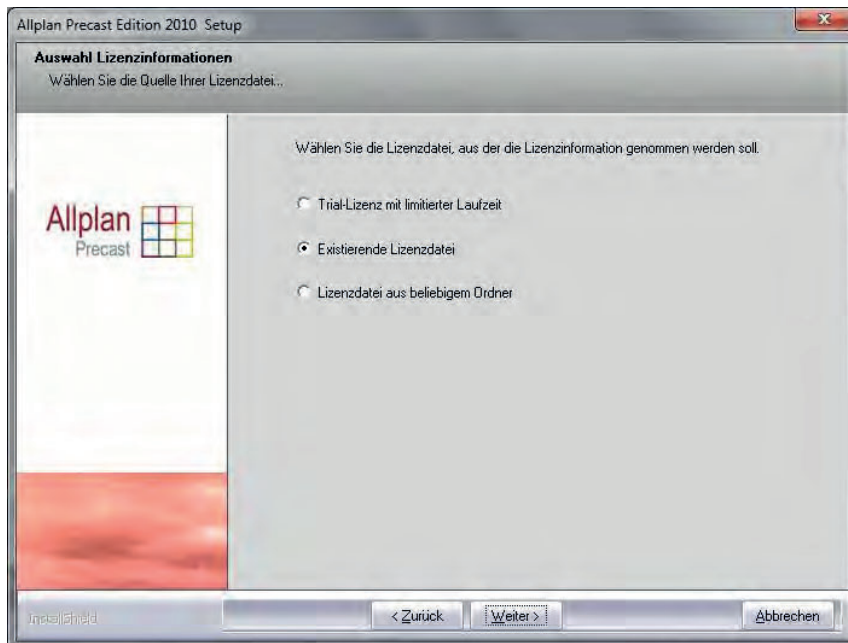

Abb. 2: Lizenzinformationen
7. Als Lizenzinformation übernehmen Sie die **Existierende Lizenzdatei** (s. Abb. 2), klicken Sie auf **Weiter**.